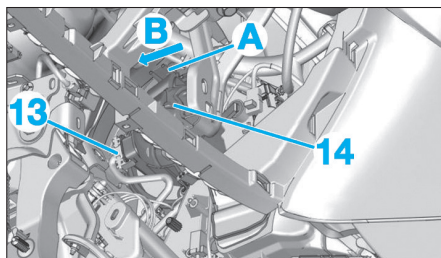

Fig. 26
- Débrancher le connecteur (13) du motoventilateur (Fig.26).
- Appuyer en (A) et tourner le pulseur dans le sens (B) pour le déverrouiller.
- Déposer le motoventilateur (14) par le bas.